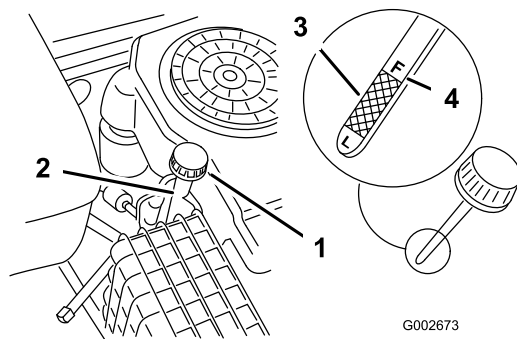

Figure 21
- Nettoyez la surface autour de la jauge d'huile (Figure 21) pour éviter que des impuretés ne s'introduisent dans le goulot de remplissage, ce qui risquerait d'endommager le moteur.
- Retirez la jauge d'huile et essuyez soigneusement l'extrémité métallique (Figure 21).